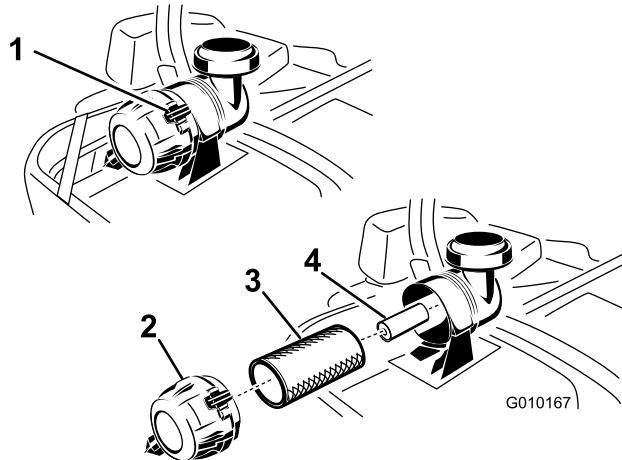

Figure 47
3. Appuyez sur les attaches du filtre à air pour les ouvrir et détachez le couvercle du corps du filtre à air (Figure 47).
5. Sortez l'élément principal du corps du filtre avec précaution (Figure 47). Évitez de cogner l'élément à l'intérieur du corps.
1. Ne nettoyez pas l'élément en papier ; remplacez-le (Figure 47).
2. Si vous remplacez l'élément secondaire, insérez-le avec précaution dans le corps du filtre (Figure 47).
3. Placez ensuite l'élément principal sur l'élément secondaire avec le même soin (Figure 47). Assurez-vous qu'il est bien engagé en appuyant sur le rebord extérieur.
- Montez le couvercle, renflard en bas, et tournez-le pour que les attaches verrouillent le couvercle en place (Figure 47).